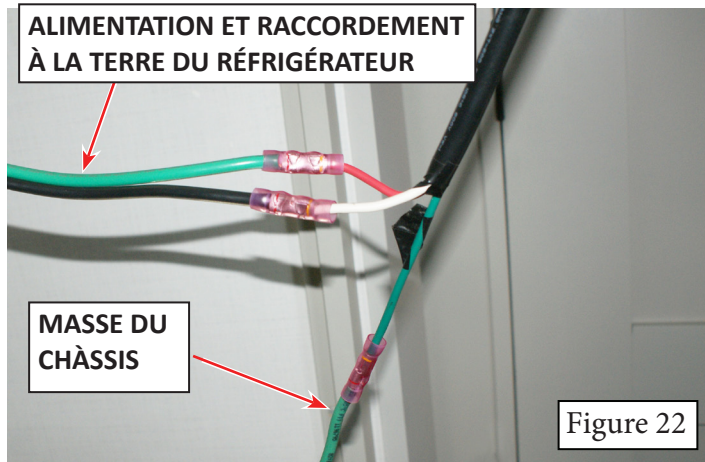

Figure 22
33. Installez des raccords thermorétractables (numéro de pièce 106821) sur les fils de calibre 3,264 mm du nouveau réfrigérateur et branchez le réfrigérateur (Figure 22).
34. Installez un autre raccord thermorétractable pour remettre la fiche existante de raccordement à la terre du châssis (Figure 22).